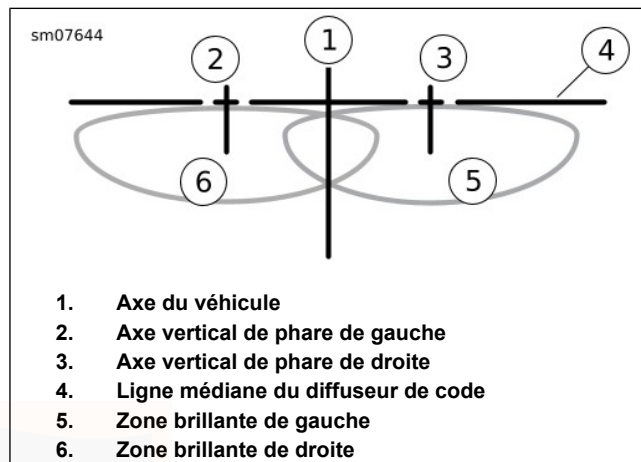

Figure 95. Motif du faisceau de phare : DÉL double
- Voir Figure 95. Les phares sont alignés lorsque les taches brillantes du faisceau lumineux sont situées au niveau de la ligne (4) ou en dessous et centrées sur les lignes (2, 3).
5. Voir Figure 95. Couvrir le phare droit. Ajuster le phare de gauche de sorte que le sommet de la zone brillante (6) soit au niveau de la ligne horizontale (4) ou en dessous et centré sous l'axe de gauche (2).
6. Couvrir le phare gauche. Ajuster le phare de droite de sorte que le sommet de la zone brillante (5) soit au niveau de la ligne horizontale (4) ou en dessous et centré sous l'axe de droite (3).